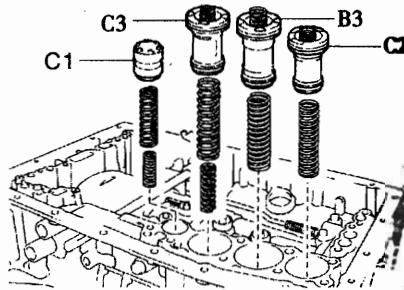

图 12-1-90
(38) 安装 Cl 蓄能器阀。
①如图 12-1-90 所示, 将弹簧和蓄能器阀装到孔中。
(39) 安装 C3 蓄能器活塞。
①如图 12-1-90 所示, 将 ATF 涂到新的 O 形圈上, 然后安装到活塞上。将弹簧和蓄能器活塞装到孔中。
(40) 安装 B3 蓄能器活塞。
①如图 12-1-90 所示, 将 ATF 涂到两个新的 O 形圈上, 然后安装到活塞上。将弹簧和蓄能器活塞装到孔中。
(41) 安装 C2 蓄能器活塞。